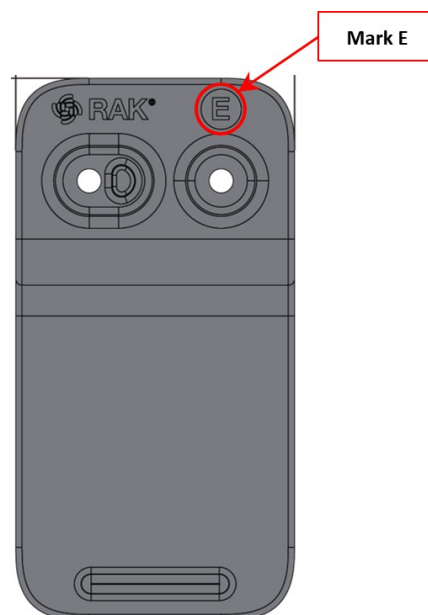

Abbildung 19: Mit dem Buchstaben E gekennzeichnetes Befestigungszubehör
1. Verwenden Sie für die Gürtelclip-Halterung ein (1) Stück Befestigungszubehör mit einer Markierung, die mit dem Buchstaben **E** gekennzeichnet ist, wie in **Abbildung 19** dargestellt.